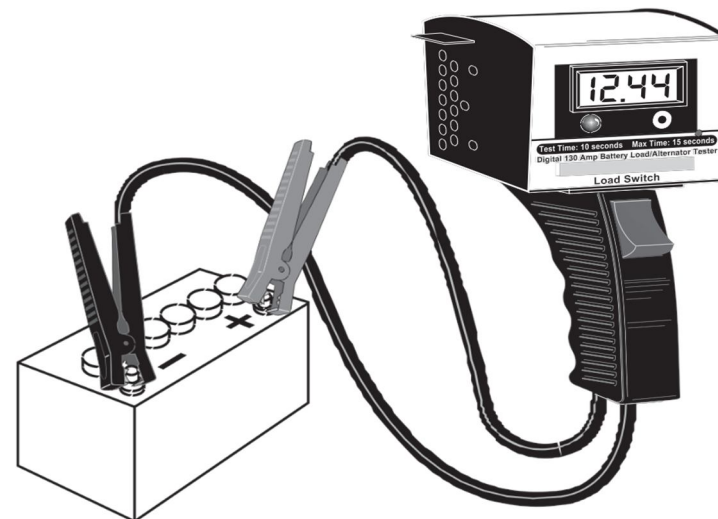

Figura 6 Iniciando teste e configuração de teste de carga
1. Observe a polaridade da bateria e conecte o testador nos respectivos bornes: vermelho para o positivo (+) e preto para negativo (-). Consulte a Figura 6.
5. Observe a polaridade da bateria e conecte o testador em seus bornes: vermelho para o positivo (+) e preto para negativo (-). Consulte a Figura 6.